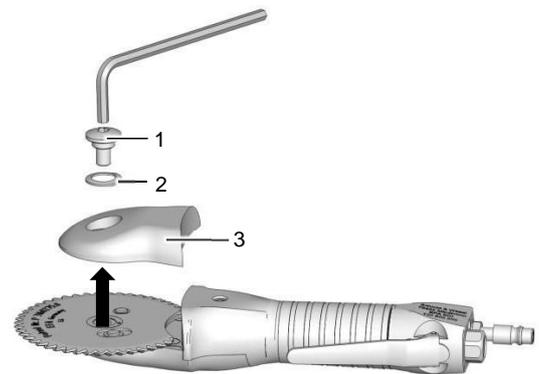
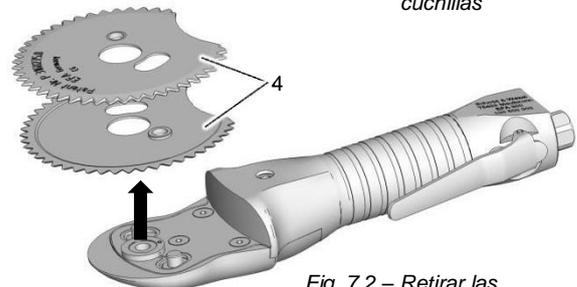

Fig. 7.1 – Retirar la cubierta de las cuchillas
Fig. 7.2 – Retirar las cuchillas del desollador
**EFA 620** (véase fig. 7.1 y fig. 7.2)
- 1) Afloje el perno de sujeción (1) con una llave Allen y retírelo junto con la arandela de seguridad (2). Retire la cubierta de las cuchillas (3).
- 2) Retire el par de cuchillas (4).